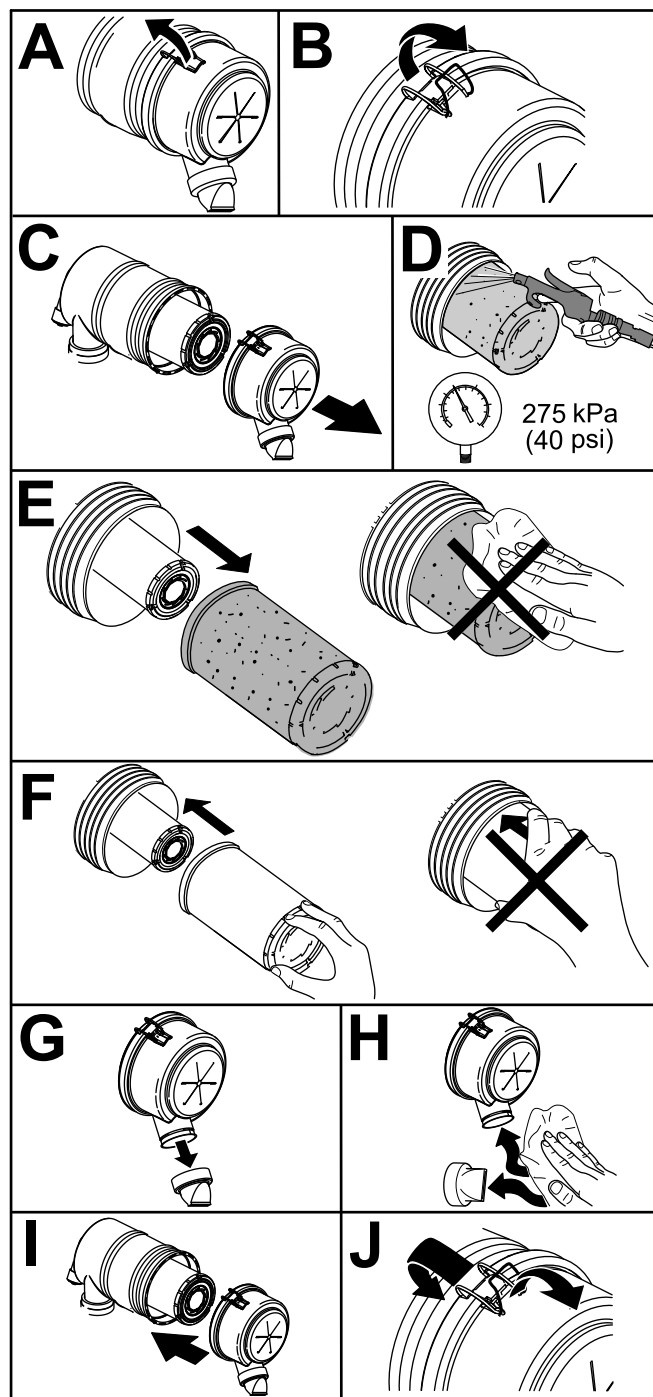

Figura 49
1. Cambie el limpiador de aire (Figura 49).